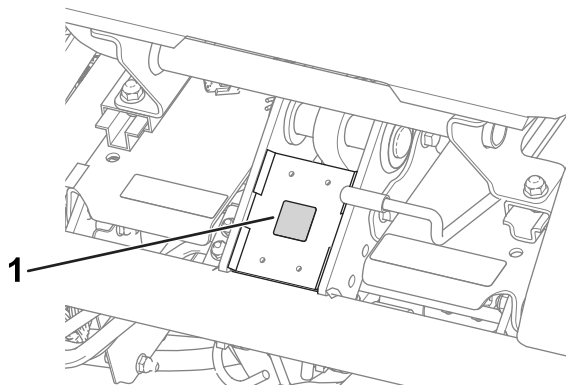

Figura 13
- Aplique la pegatina con marca CE al bastidor debajo de la parte delantera del asiento (Figura 13).